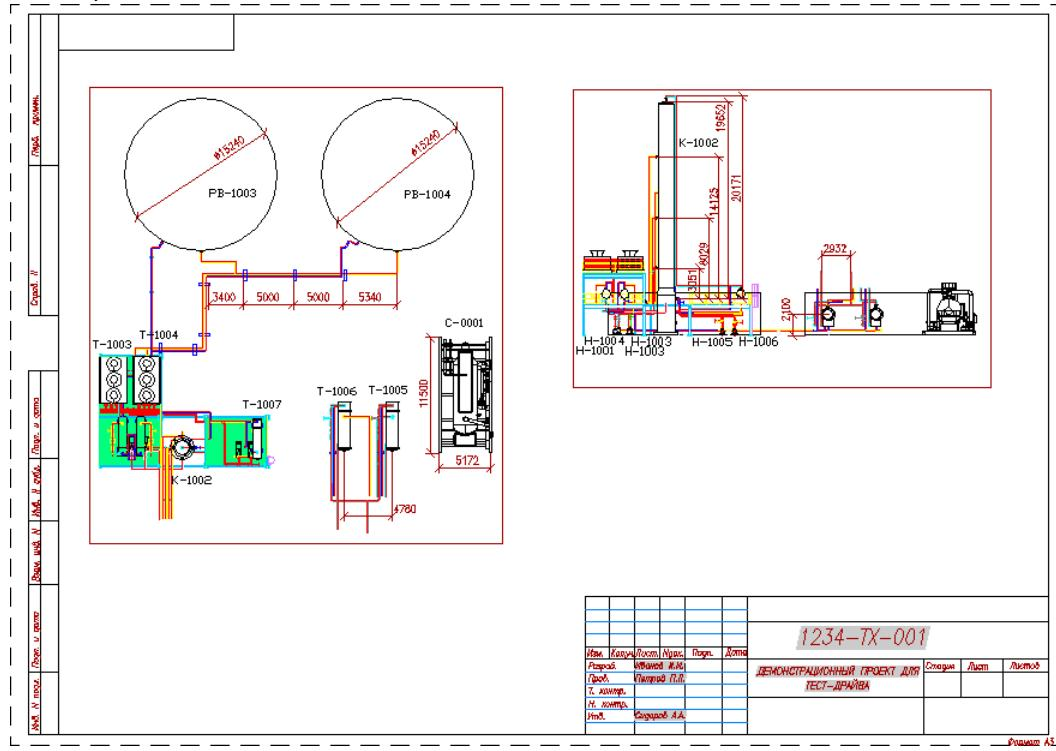

Рис. 128
- С помощью специальных инструментов можно нанести размеры, добавить аннотации и заполнить штамп, используя данные из базы данных проекта (Рис. 128).